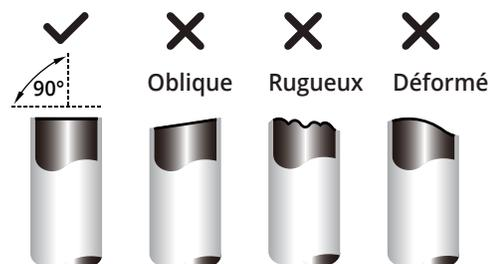

Fig. 2.9
4. Veiller à ce que le tuyau soit coupé à un angle parfait de 90°. Consulter la **Fig. 2.9** pour des exemples de coupe.